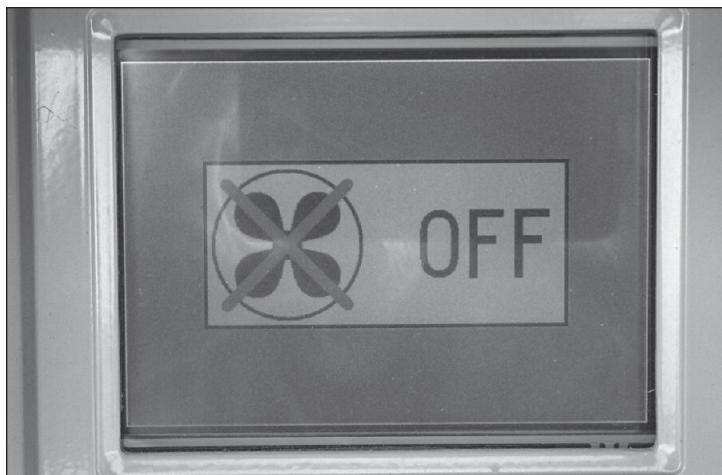

Figure 33
3. Une fois que la température à descendu à 54,4 °C (130 °F), le ventilateur principal s'arrêtera, puis l'écran DÉMARRAGE devrait apparaître. Voir les Figures 33 ou 34.